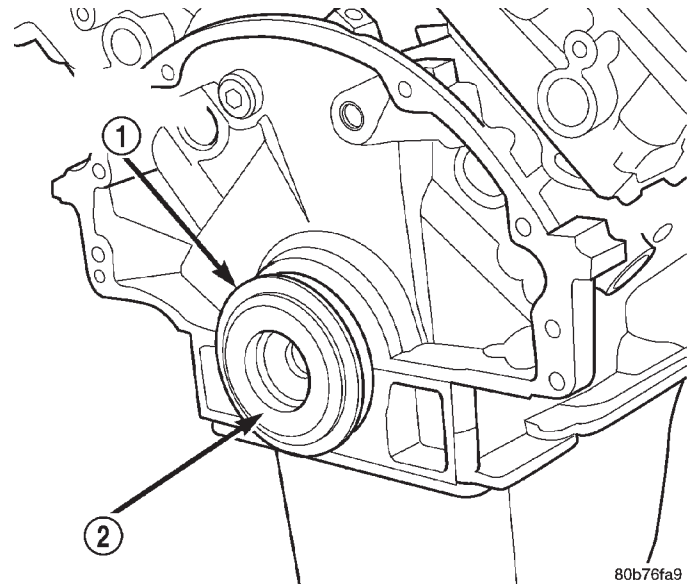

Abb. 124 Führung für hinteren Kurbelwellendichtring (Spezialwerkzeug 8349-2) und Dichtring
(1) Magnetische Dichtringführung (Spezialwerkzeug 8349-2) (Abb. 124) auf dem hintere Ende der Kurbelwelle anbringen. Anschließend den hinteren Wellendichtring auf die Führung setzen.